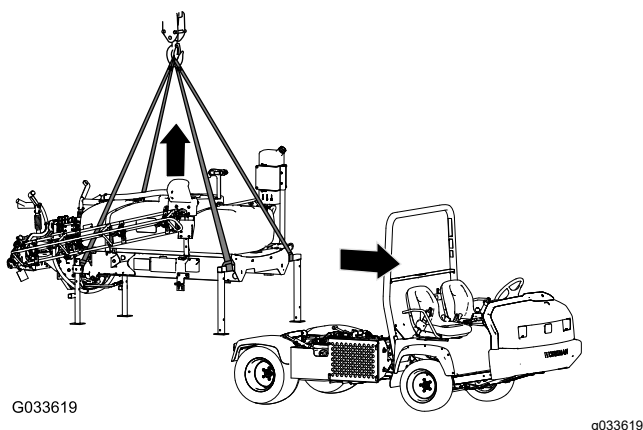

Figura 138
1. Coborâi braele la aproximativ 45° i pivotați-le înainte (Figura 138).
5. Atași echipamentul de ridicare la tuburile orizontale ale suporturilor de cric frontale i la suportul vertical al suporturilor de cric posterioare (Figura 138).
7. Ridicați sania rezervoarelor de pe maină suficient de sus pentru a desprinde sania de maină (Figura 138).